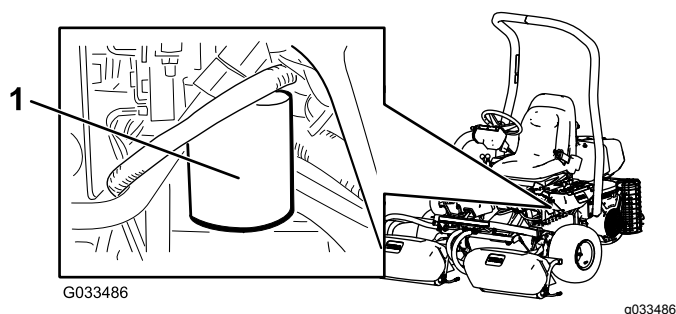

Figura 51
2. Retire los pernos que sujetan la cubierta del cilindro de elevación que está ajustando a los soportes de montaje del chasis (Figura 51).
1. Limpie alrededor de la zona de montaje del filtro (Figura 51). Coloque un recipiente debajo del filtro y retire el filtro.